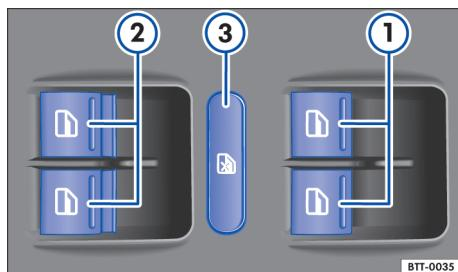

图 27 在驾驶员侧车门内：前部和后部车窗升降器的按钮
⇒ 图 27 的图例：
安全按钮 ⇒ 图 27 ③ 停用后车门内的车窗升降器按钮。这时按钮中的黄色指示灯亮起。